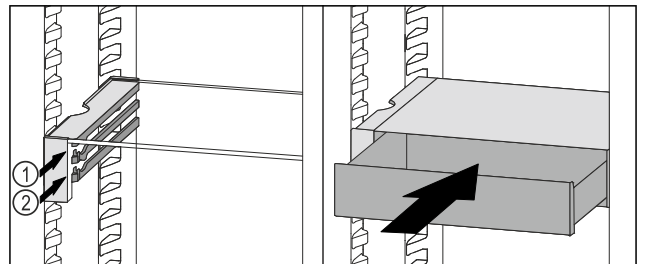

Fig. 80
- ▶ VarioSafe-lade achter de stoppers op de gewenste rib Fig. 80 (1) of Fig. 80 (2) plaatsen.